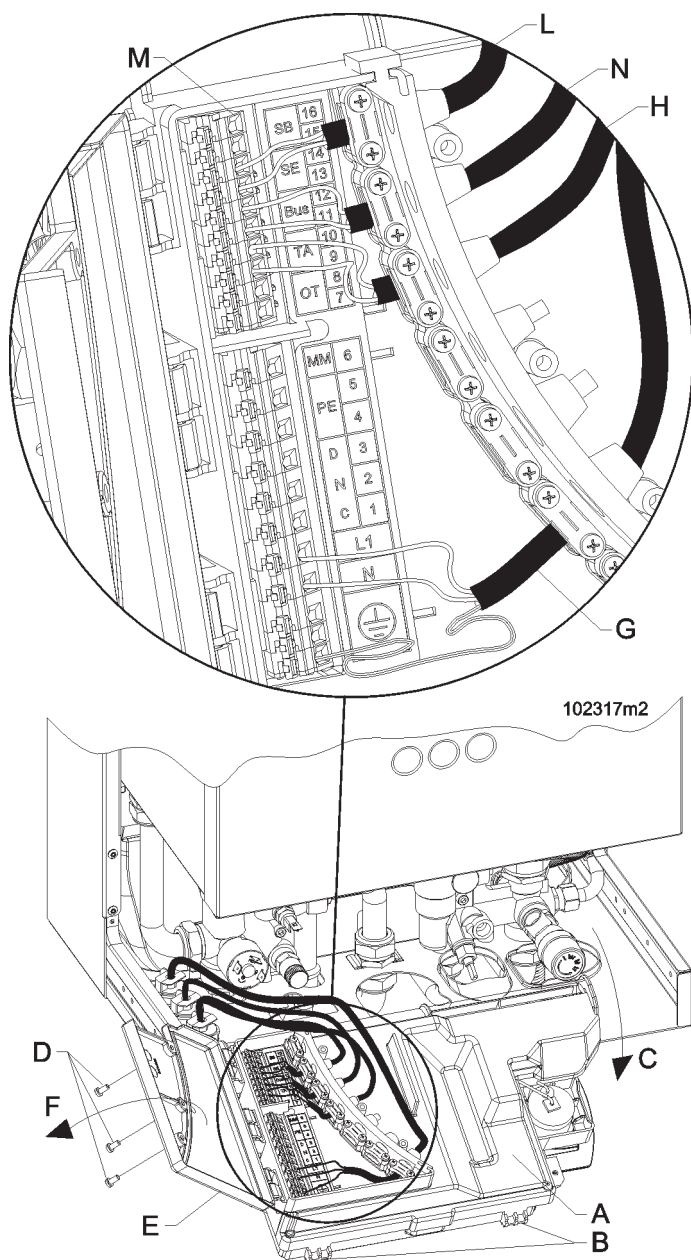

Figura 11 - Collegamenti elettrici
Per l'allacciamento del cavo di alimentazione elettrica, procedere come di seguito (fare riferimento alla figura 11):
- posare il cavo di alimentazione "G" come illustrato nella figura 11;
Per l'allacciamento del cavo del termostato ambiente, procedere come di seguito (fare riferimento alla figura 11):
- posare il cavo elettrico "H" esattamente come in figura 11;
- collegare i 2 capi del cavo ai morsetti "TA" (vedi figura 11).
- collegare il cavo bipolare ai morsetti SE di cui in figura 11 particolare "L";
Per l'allacciamento del cavo del termostato ambiente, procedere come di seguito (fare riferimento alle figura 11):
- collegare i 2 capi del cavo ai morsetti "OT" della caldaia (vedi figura 11).